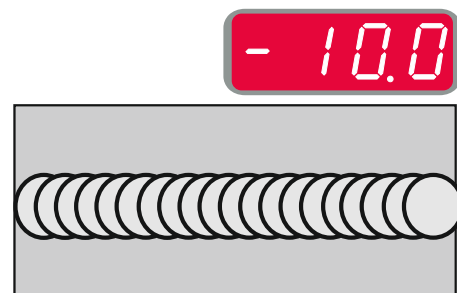

Abb. 16
- Frequenz unter 0,0 breite Schweißse und großer Riffelabstand, langsame Arbeitsgeschwindigkeit. Abb. 16 zeigt den Abstand, wenn die Frequenz „-10“ ist.